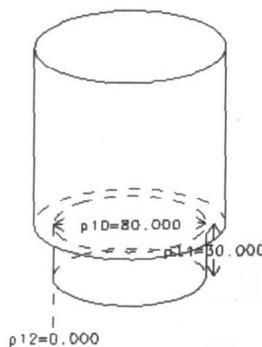

图 1-13 创建圆台
(2) 选取【插入】/【成形特征】/【圆台】命令，创建如图 1-13 所示圆台(直径：80，高 30)。